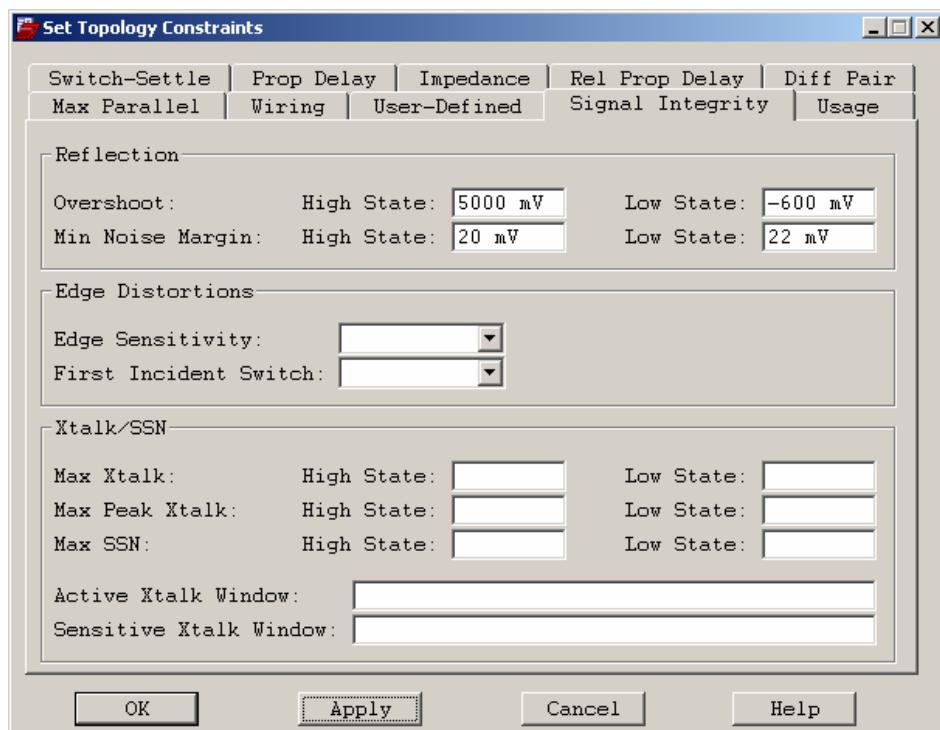

图 5-2 设置 Signal Integrity
- (1) 在【Reflection】栏的【Overshoot:】/【High State】输入“5000”，【Low State】输入“-600”。
- (2) 在【Reflection】栏的【Min Noise Margin:】/【High State】输入“20”，【Low State】输入“22”。
7. 点击 **Apply** 按钮。请见图 5-2。